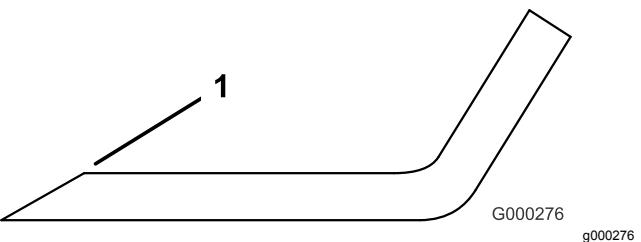

Figura 75
1. Afíle el filo de corte en ambos extremos de la cuchilla (Figura 75).